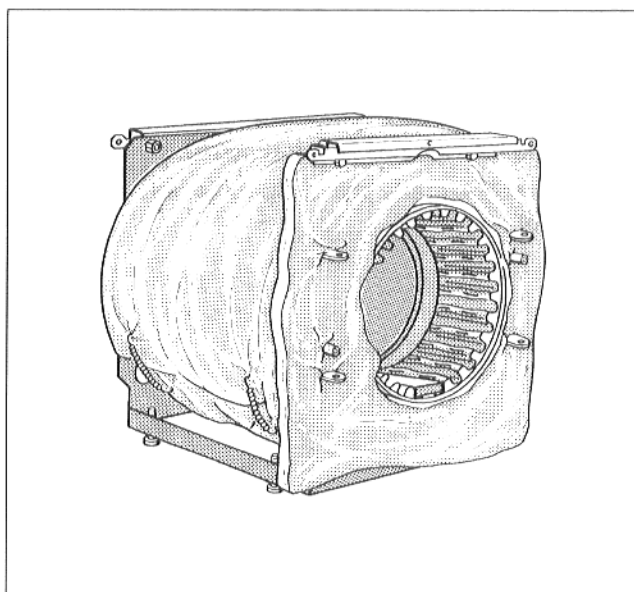

Abb. 9
- Vorderwandwärmeschutz mit den Schlitz in die Scharniere der Brennertür einhängen (Abb. 9).